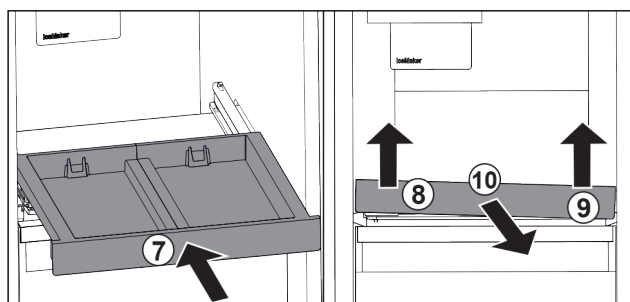

Fig. 193
- Shtyni brenda raftin me tërheqje. Fig. 193 (7)
- Ngrini lart raftin me tërheqje përpara majtas. Fig. 193 (8)
- Ngrini lart raftin me tërheqje përpara djathtas. Fig. 193 (9)
- ▶ Hiqeni nga përpara raftin me tërheqje. *Fig. 193 (10)*